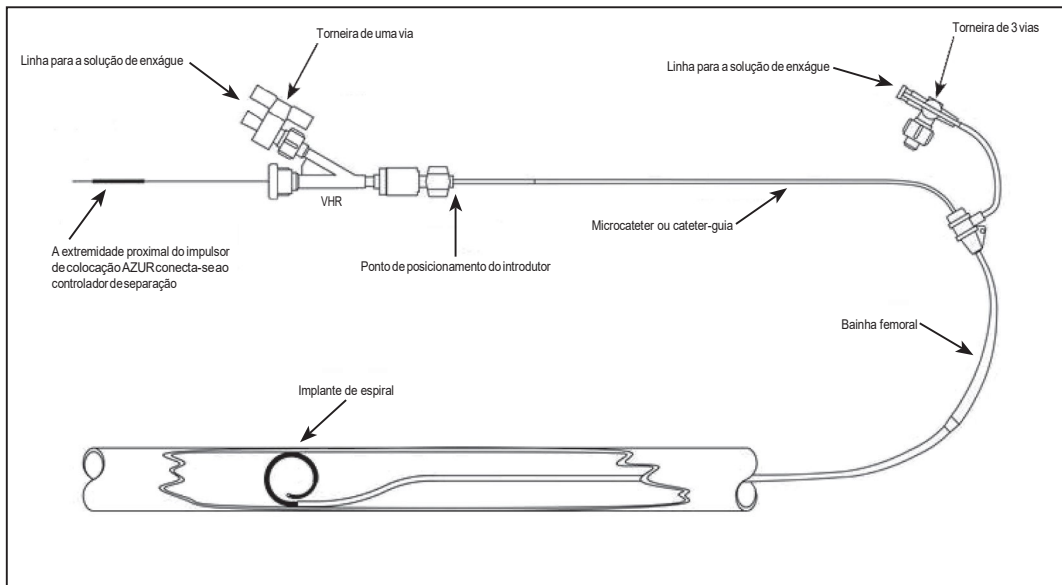

Figura 1 – Diagrama de montagem do sistema Azur
1. Consulte o diagrama de montagem na Figura 1.